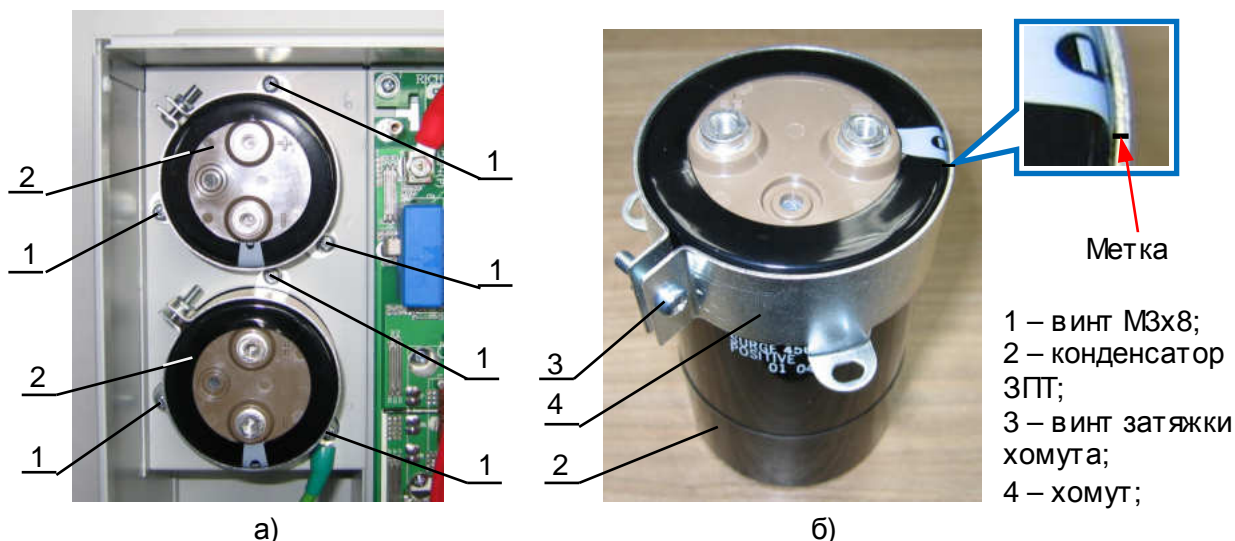

Рис.6.11
6.7.1. Выкрутить три винта (1) крепления конденсатора (2) (рис.6.11а). Положить винты в тару для крепежа. Извлечь конденсатор (2) из корпуса ПЧ. Поставить метку маркером (рис.6.11б) на торцевой поверхности хомута (4) по левой кромке белой полосы на корпусе конденсатора (2) (эта метка облегчит позиционирование конденсатора в процессе последующей сборки). Ослабить затяжку хомута (4), откручиванием винта (3). Снять хомут с конденсатора. Положить конденсатор и хомут в тару для составных частей.